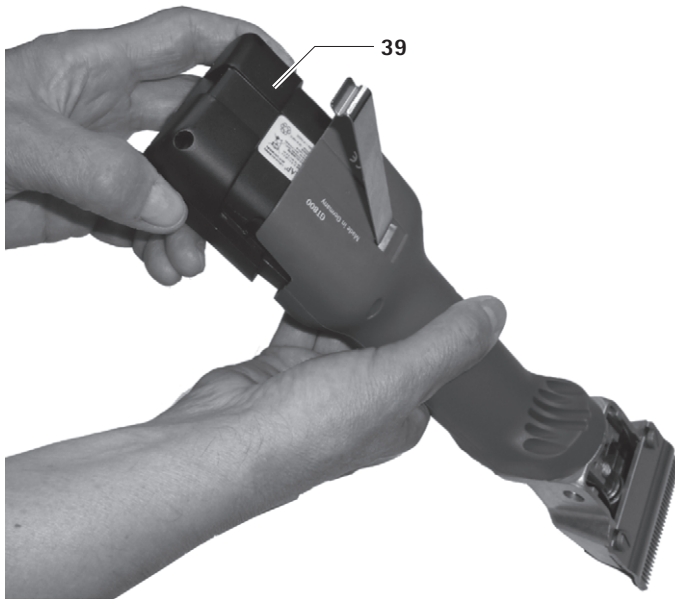

Bild 2
- Dra ut li-jon-batteriet **39**, ladda det och/eller sätt in ett uppladdat ersättnings-li-jon-batteri GT801 i batteri-klippmaskinen **g**, se Bild 2.